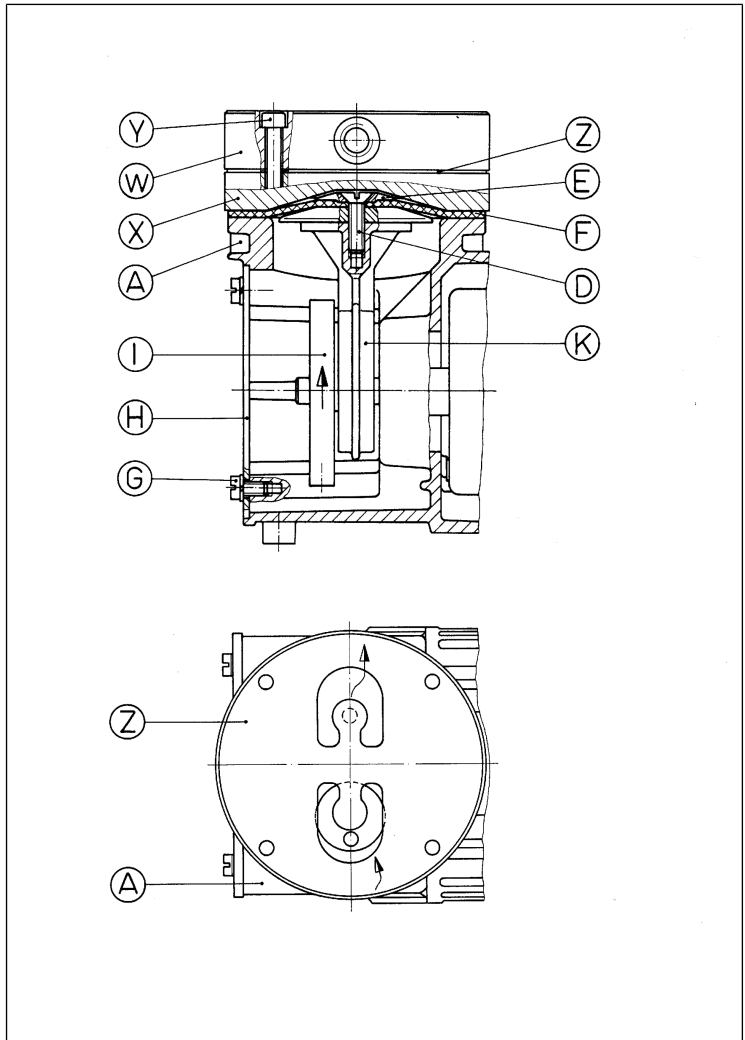

Fig.6: Parti della pompa
**come da capitolo Fig. 6
27. Posizionare la piastra intermedia (X) sulla membrana (F) seguendo la marcatura a matita sulla carcassa.
28. Posizionare la nuova valvola (Z) sulla piastra intermedia (X) (per l'allineamento vedere Fig. 6).
29. Posizionare la testa della membrana (W) nella posizione di montaggio contrassegnata a matita e serrare le viti a brugola (Y) uniformemente in sequenza incrociata (coppia di serraggio: 5,5 Nm)
30. Controllare la scorrevolezza del movimento girando il volano a disco (I).